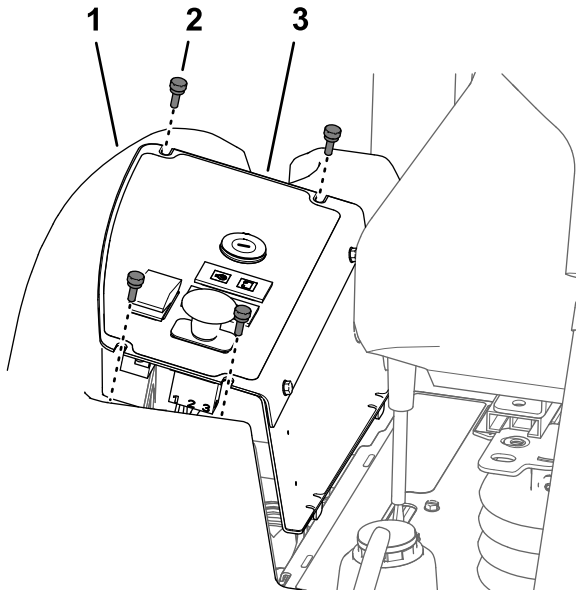

Рисунок 55
1. Выверните 4 барашковых винта, которые крепят пластину панели управления к топливному баку (Рисунок 55).
2. Поднимите пластину панели управления (Рисунок 55).
3. Совместите пазы в верхней части пластины панели управления с отверстиями во фланце топливного бака (Рисунок 55).
4. Установите пластину панели управления на фланец топливного бака с помощью 4 барашковых винтов (Рисунок 55), снятых при выполнении пункта 1 в разделе Демонтаж пластины панели управления \(страница 56\).